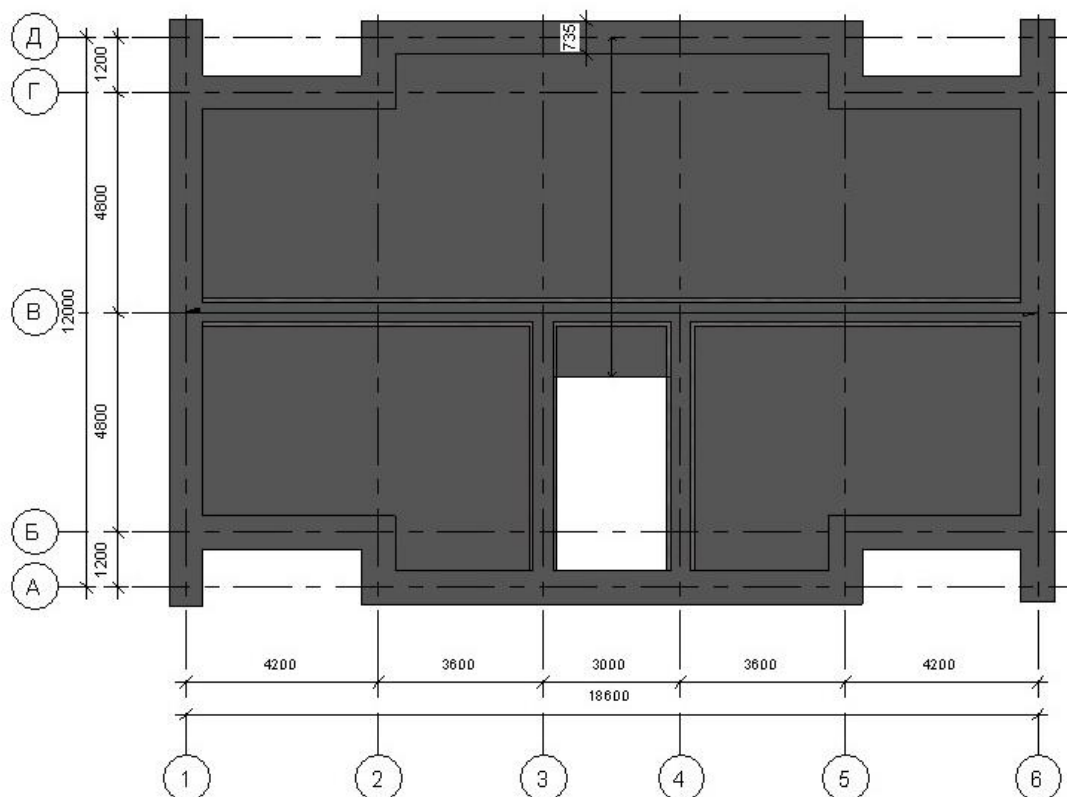

Рис. 2.21. Результат побудови плити перекриття
- далі з'явиться сама плита та вікно з запитом про приєднання стін до плити, рис. 2.21.